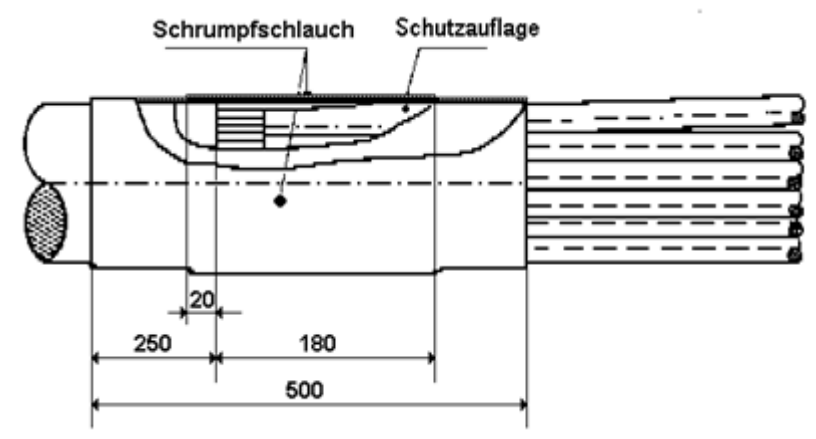

Abbildung 12: Schrumpfschlauch
- Der Schrumpfschlauch ist nach *Abbildung 12* aufzuschrumpfen.